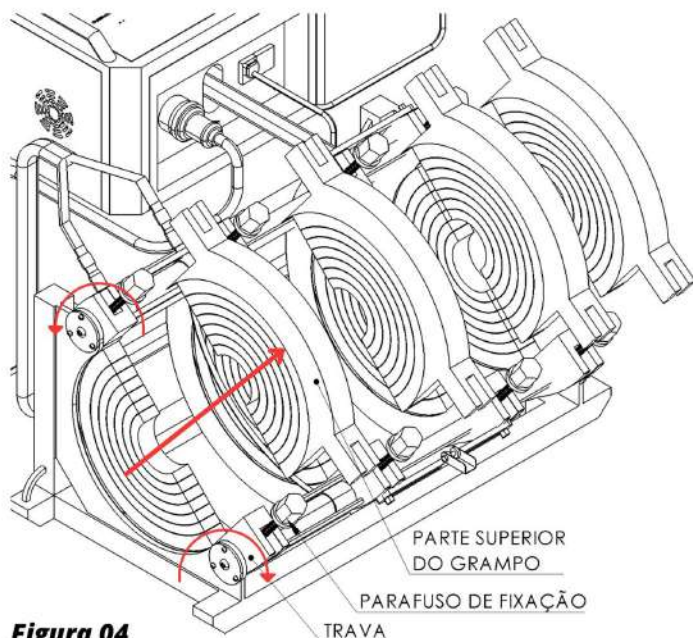

Figura 04
- Remova a parte superior dos Grampos de Fixação: Solte ambos os parafusos de fixação de cada Grampo e abra a trava, conforme **Figura 04**.